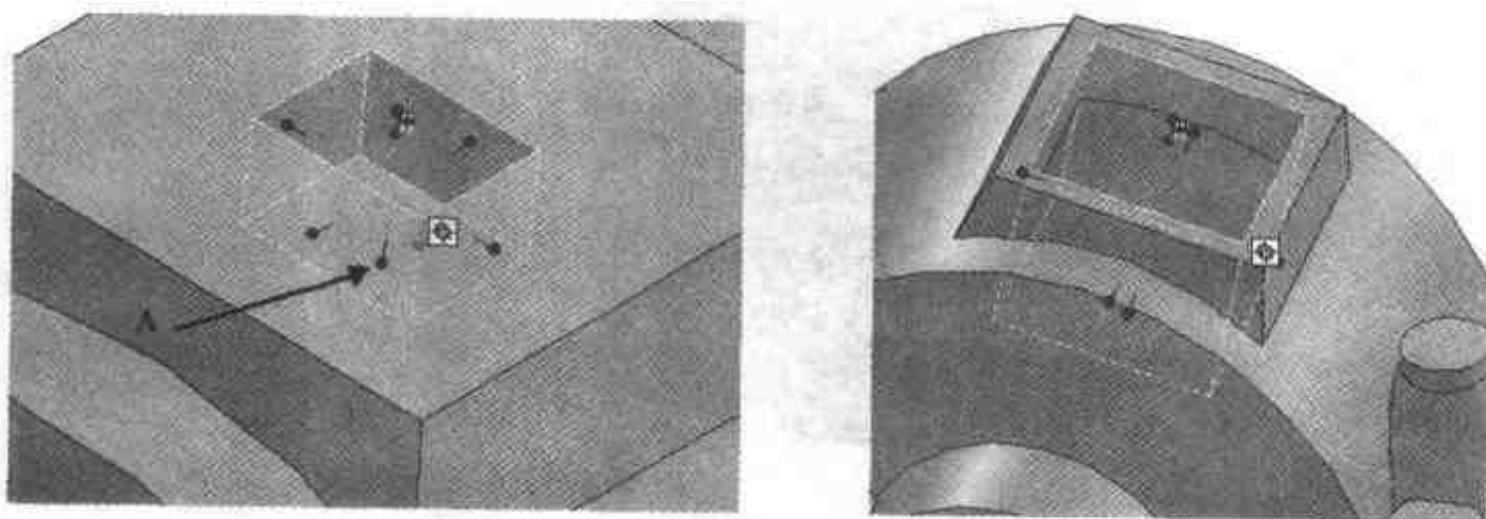

图 2.35 生成方形窥视孔
- (7) 右击如图 2.35 所示的手柄 A，将高度改为 100，长度改为 120，宽度改为 120，单击【确定】按钮，结果如图 2.35 右图所示。